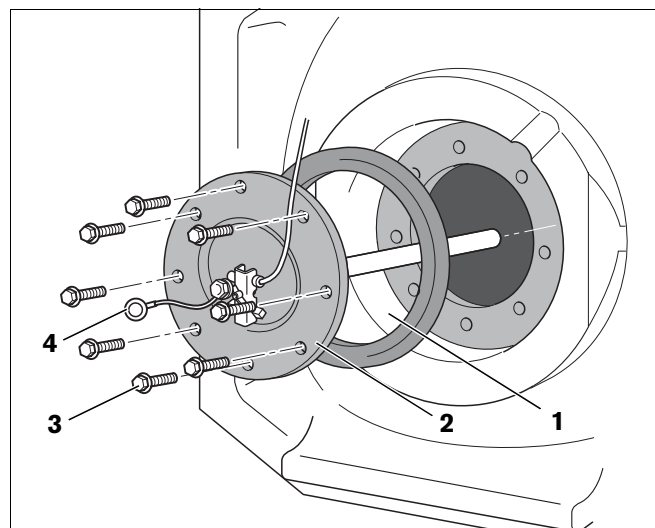

Fig. 16 Mettre le couvercle de la trappe de visite en place
- Nous recommandons d'utiliser, après le nettoyage, un nouveau joint pour le couvercle de la trappe de visite (fig. 16, **pos. 1**) pour éviter les fuites sur le préparateur.
- Remettre le couvercle de la trappe de visite (fig. 16, **pos. 2**) avec le joint (fig. 16, **pos. 1**) en place.
- Monter l'anneau du câble de raccordement à la masse (fig. 16, **pos. 4**) avec une vis à tête hexagonale et la rondelle dentelée.
- Montez les anneaux du câble de raccordement à la masse (fig. 16, **pos. 4**) avec une vis à tête hexagonale à bonne conduction électrique sur le couvercle de la trappe de visite pour garantir le fonctionnement de l'anode au magnésium.
- Visser les vis à tête hexagonale (fig. 16, **pos. 3**) sans serrer sur le couvercle de la trappe de visite.
- Puis resserrer les vis (fig. 16, **pos. 3**) avec une clé dynamométrique de 25-30 Nm.